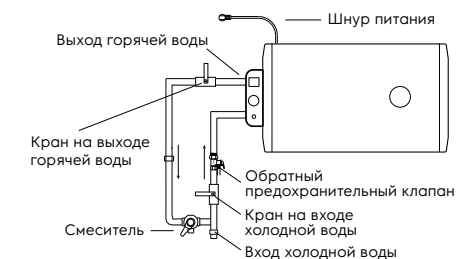

Рис. 5
- Электрический водонагреватель следует устанавливать на твердую вертикальную поверхность (стену). Установка водонагревателей Pride существенно облегчается возможностью установить их как вертикально, так и горизонтально в любом месте вашего дома, в отапливаемом (!) помещении. Желательно установить водонагреватель как можно ближе к месту использования горячей воды, поскольку чем меньше длина труб, тем меньше потери тепла. Как показано на рис. 5, при горизонтальной установке водонагревателя трубы подводки должны быть расположены справа. При установке водонагревателя рядом со стеной, оставьте рекомендованное свободное пространство для технического обслуживания. Не устанавливайте водонагреватель на горизонтальной поверхности и вплотную к полу.